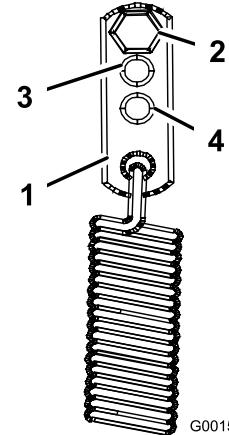

Figura 40
- Per condizioni di servizio più gravose, spostate gli ancoraggi delle molle nella posizione di servizio medio o pesante (Figura 40). Gli ancoraggi delle molle sono attaccati nell'angolo superiore posteriore degli schermi della trazione idraulica, sui lati sinistro e destro della macchina.